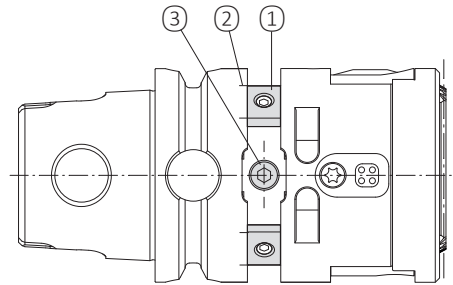

图 8
4.4 平衡（图 8）
在平衡凹槽入口中，如果没有固定螺钉塞 ③（图 8），则不得使用刀具。